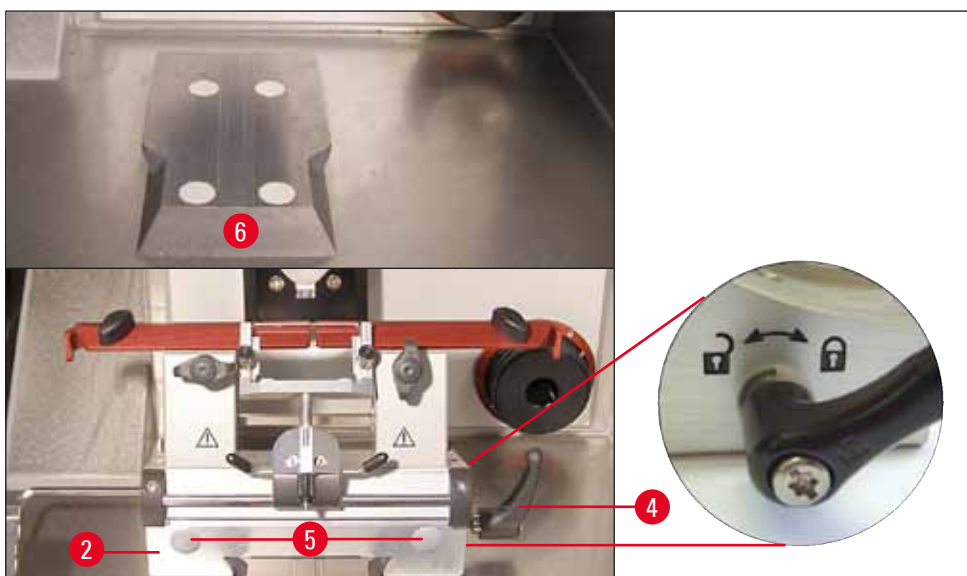

Fig. 25
- Glisser l'embase du porte-couteau/lame (→ Fig. 25-2) par l'avant sur le guidage en queue d'aronde (→ Fig. 25-6) et le bloquer avec le levier de serrage (→ Fig. 25-4). Déplacer le levier de serrage dans le sens horaire (en direction du symbole du verrou "fermé") sur le côté droit de l'embase de porte-lame/couteau (voir les détails sur la (→ Fig. 25)). Pour faire glisser l'embase, ne desserrer le levier que légèrement afin d'empêcher un déplacement fortuit en direction de la tête de l'objet ! Déplacer le levier de serrage dans le sens anti-horaire (en direction du symbole du verrou "ouvert") sur le côté droit de l'embase de porte-lame/couteau (voir les détails sur la (→ Fig. 25)).